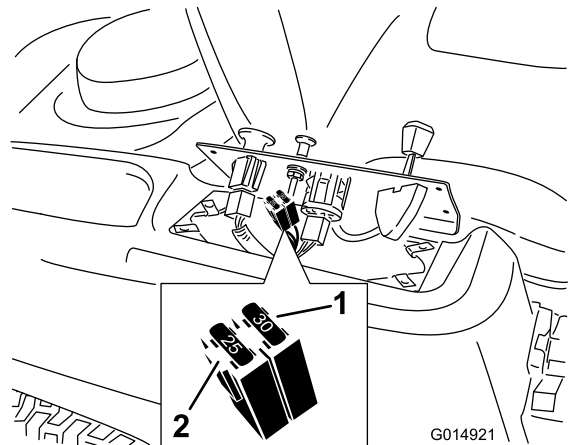

Bild 46
2. Heben Sie das Armaturenbrett an, um an den Hauptkabelbaum und den Sicherungsblock zu gelangen (Bild 46).
3. Ziehen Sie die Sicherung zum Wechseln heraus (Bild 46).